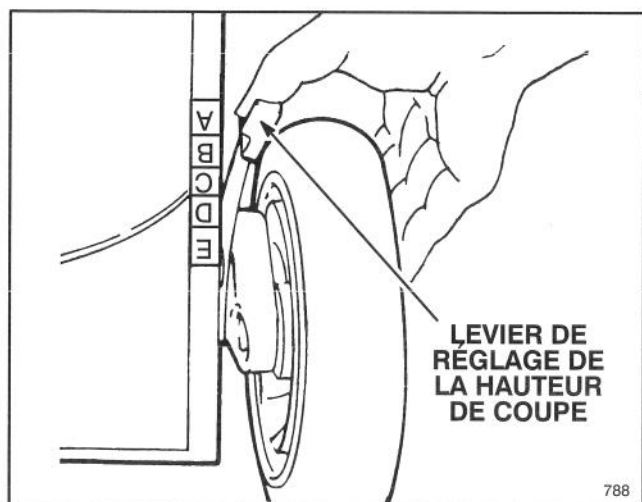

Figure 9
3. Tirez le levier de hauteur de coupe contre la roue et amenez-le sur la couleur/lettre désirée sur le carter de la tondeuse (Fig. 9). Pour faciliter le réglage, soulevez la roue du sol. **Ne placez pas les doigts sous le carter de la tondeuse pour la soulever.** Vérifiez que l'ergot du levier soit bien engagé dans l'encoche du carter. Réglez toutes les roues à la même hauteur de coupe.
2. Réglez les quatre roues sur la hauteur de coupe "E" (Fig. 9).